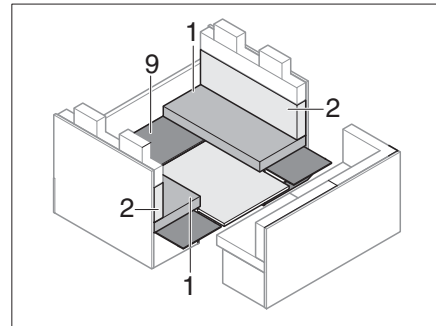

Fig. 178 Durante la transformación
- Colocar de nuevo la subestructura (Fig. 178,9).